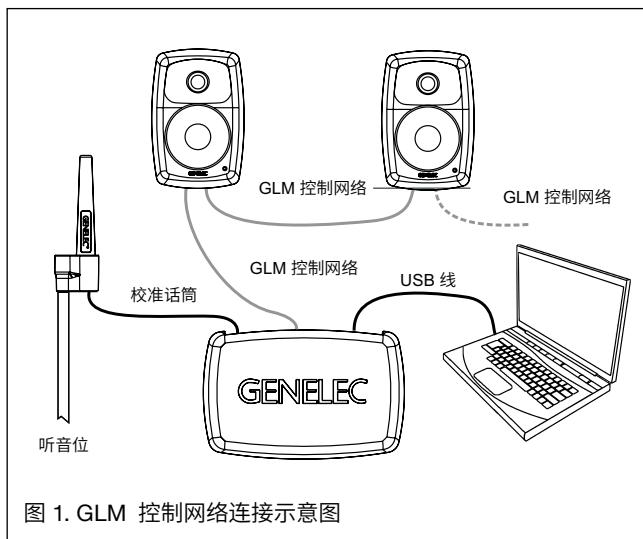

图 1. GLM 控制网络连接示意图
1. 使用 5 类网线 (RJ45) 将每只音箱（包括超低音箱）串接起来，最终连接到 GLM 适配盒（见图 1）；